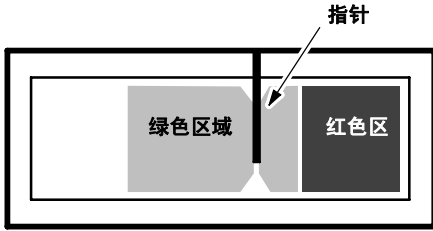

图 11
4. 调节抛光垫压力在绿色区操作。按软垫压力开关增加或减少压力。为了最佳效果，调节指针如图所示。（图11）